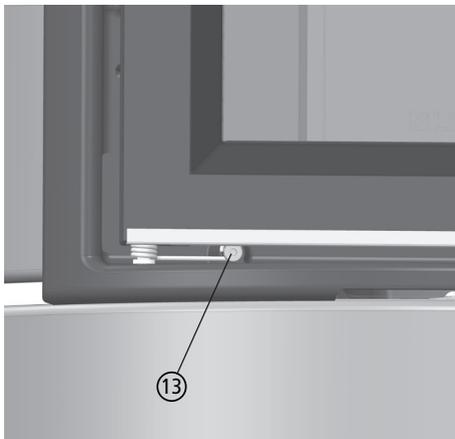
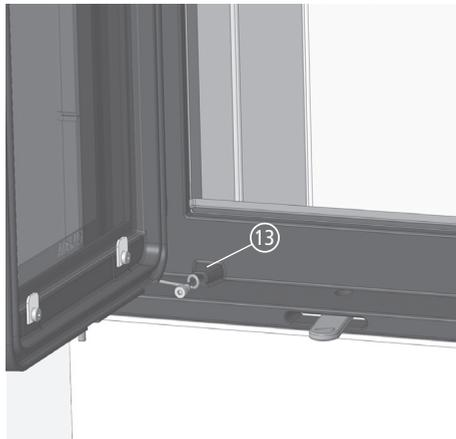

Fig. 3.11 Tendre le ressort de porte
Fig. 3.12 Ressort de porte tendu
- ① Ouvrir la porte de foyer et la soulever légèrement côté charnière ; en cas de porte à fermeture automatique, d'abord détendre le ressort de porte, voir Fig. 3.11 et Fig. 3.12,
- ② faire basculer la porte hors de la charnière vers l'avant et vers le bas ; ce faisant, bien maintenir la porte par le bas,
- ③ enlever la porte de foyer vers le bas.
Lors du démontage de la porte de foyer, le ressort de porte est détendu. Le ressort ne doit pas être démonté, mais doit être retendu après le montage de la porte de foyer (voir aussi Fig. 3.11 à la page 28).